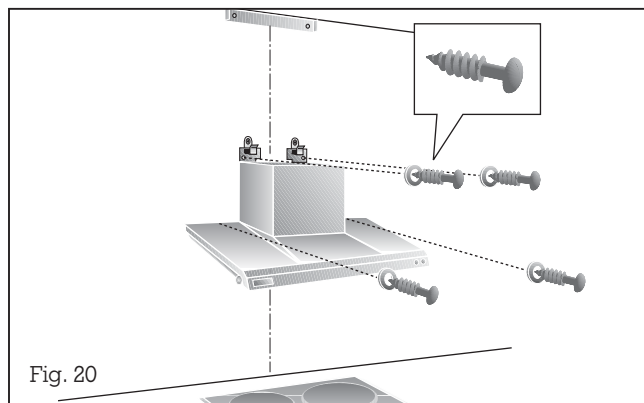

Fig. 20
- Fixez la hotte au mur avec les 4 vis **b** et les rondelles **c** (fig. 20).